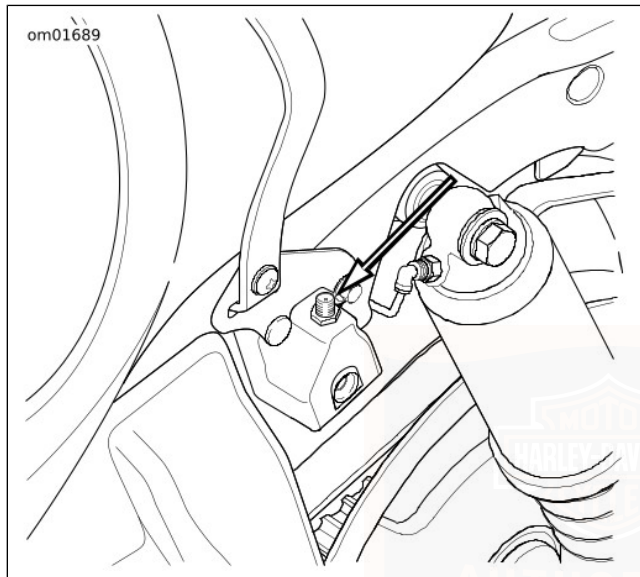

Figure 30. Valve pneumatique de suspension arrière
2. Voir Figure 30. Retirer le capuchon de la valve pneumatique près du sommet de l'amortisseur gauche.